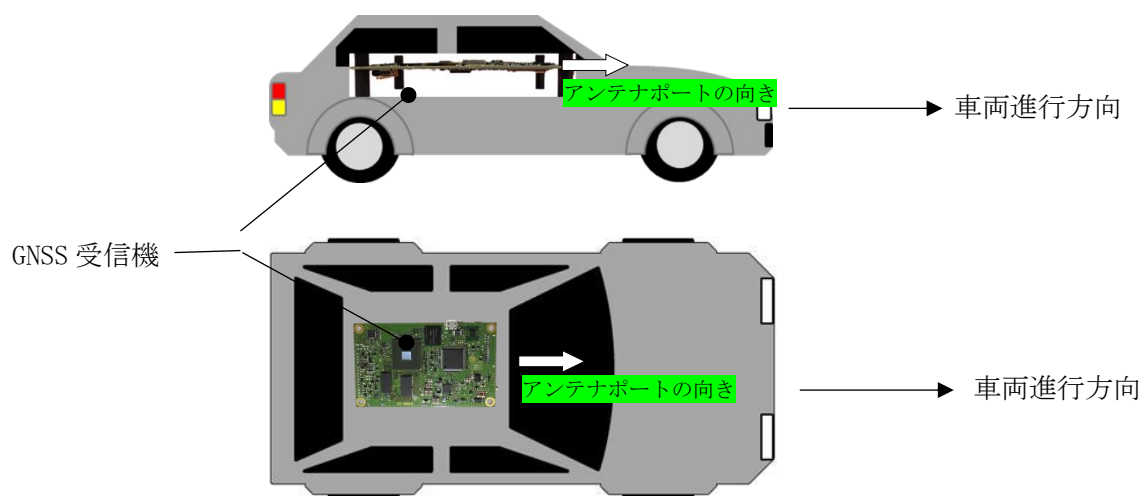

図 5.3 GNSS 受信機設置例
- 図 5.3 に記載している固定用の M3 ポストは本製品に付属しておりません。